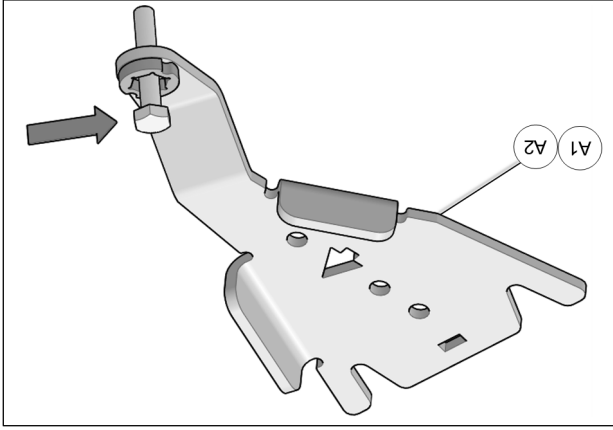

Fig. 14
4. Insérer les boulons dans les ancrages de suspension avant (A1-A2) tel que montré à la Fig. 14